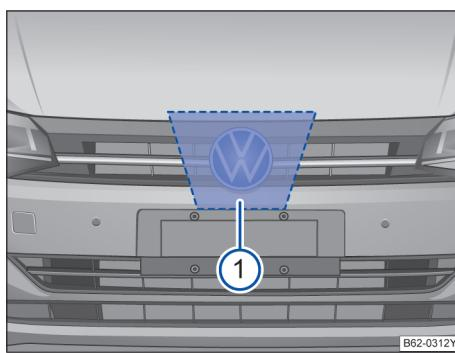

图 100 雷达传感器
为探测交通情况, VW 标志后方的散热器格栅内安装有一个雷达传感器→图 100 ①。因此可识别最远约 100 m 的前车。
雷达传感器前方和四周的区域→图 100 不得被贴签、附加大灯、牌照装饰框或其他类似物体遮盖,因为这样做可能会影响车前测距监控系统的功能。